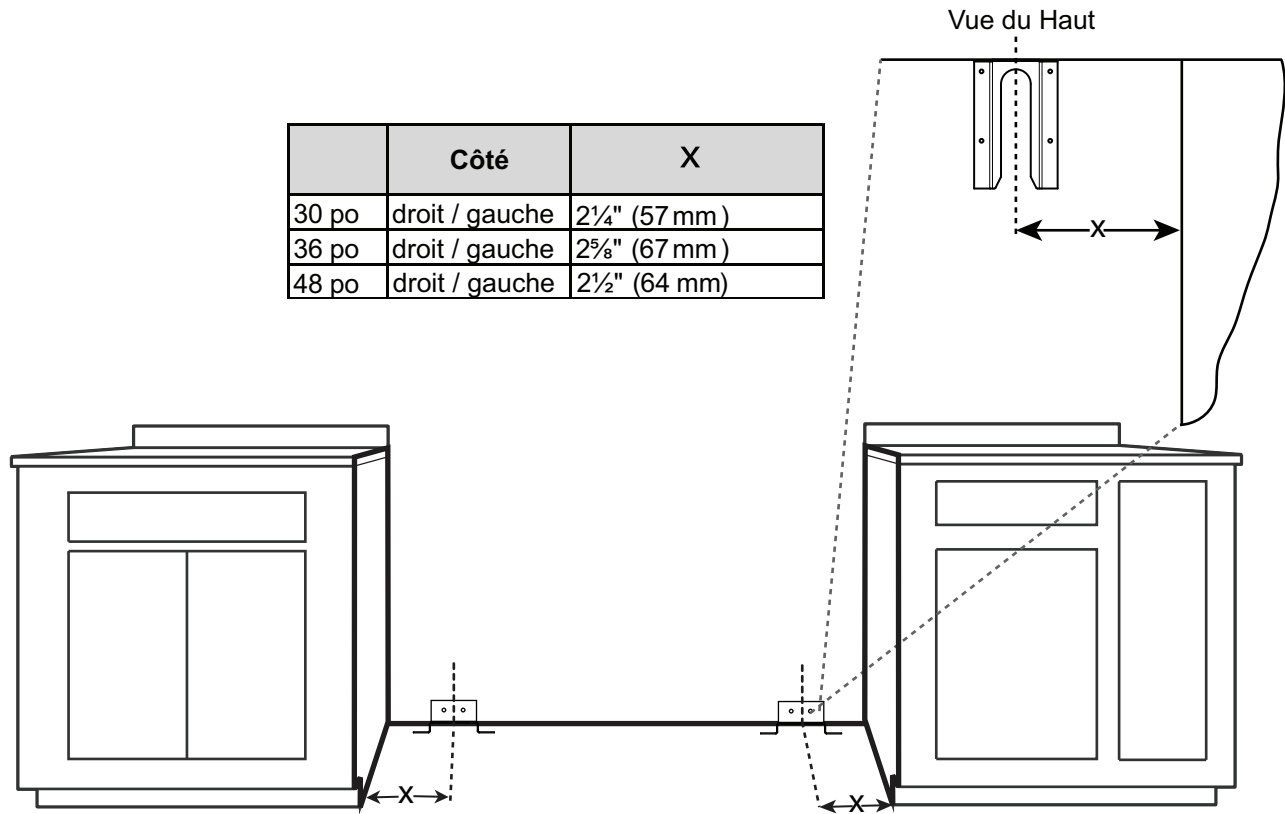

Figure 7 : Mise en place de la patte antibascule
1. Placez la patte sur l'emplacement comme indiqué à la Figure 7.
2. Fixez-la au sol et au montant du mur à l'aide des quatre (4) vis cruciformes de 1,5 po (38 mm) fournies.